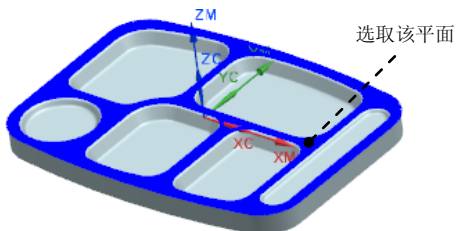
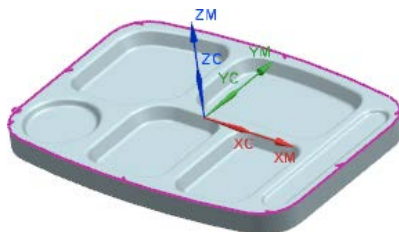

图 1.7 选取面
图 1.8 部件边界
(1) 在“平面轮廓铣”对话框的 **几何体** 区域中单击  按钮，系统弹出“边界几何体”对话框。
(2) 在“边界几何体”对话框的 **面选择** 区域中选中 ☒ **忽略孔** 复选框，然后在绘图区域选取图 1.7 所示的面，系统自动生成图 1.8 所示的边界。